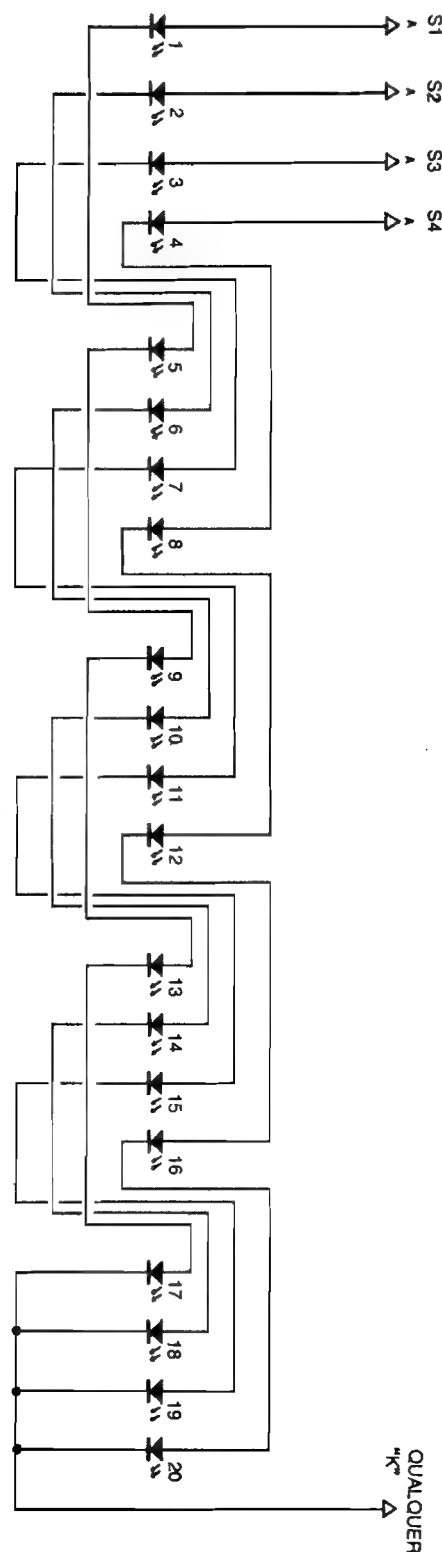

Fig.5
- FIG. 5 - A ORGANIZAÇÃO "FÍSICA" E ELÉTRICA DO DISPLAY DE 20 LEDs... - Num sequenciador luminoso desse gênero (como já sabem os "veteranos") ocorre, na verdade, um "truque" ótico que se aproveita da relativa lentidão com que nossos olhos "percebem" os movimentos (iluminações e "apagamentos" dos LEDs...) e também da forma como nosso cérebro raciocina sobre as informações a ele mandadas pelos olhos... Dessa forma, é fundamental que a ordem dos LEDs, dentro da qual pretendemos que se manifeste o sequenciamento, seja numericamente indicada no diagrama (de 1 a 20). **Mesmo** que a organização final, física, dos LEDs no **display**, não seja na disposição "em linha", conforme sugerido, deve-se ter em mente a ordem numérica indicada... Observem que, na verdade, apenas os LEDs ligados a **uma** das quatro Saldas (S1-S2-S3-S4), a cada momento (e pela ordem...), estarão energizados... Dessa forma, quando S1 estiver ativa (obrigatoriamente S2-S3-S4 desativadas...) acendem unicamente os LEDs 1-5-9-13-17... No próximo passo do sequenciamento, com a ativação de S2 (forçosamente S1-S3-S4 desativadas...), acendem apenas os LEDs 2-6-10-14-18, e assim por diante... Nossos olhos (e nosso cérebro...) têm, então, a nítida "impressão" que o conjunto, na sua manifestação luminosa, promove um movimento no sentido do LED 1 para o LED 20, ininterrupto, uniforme, como